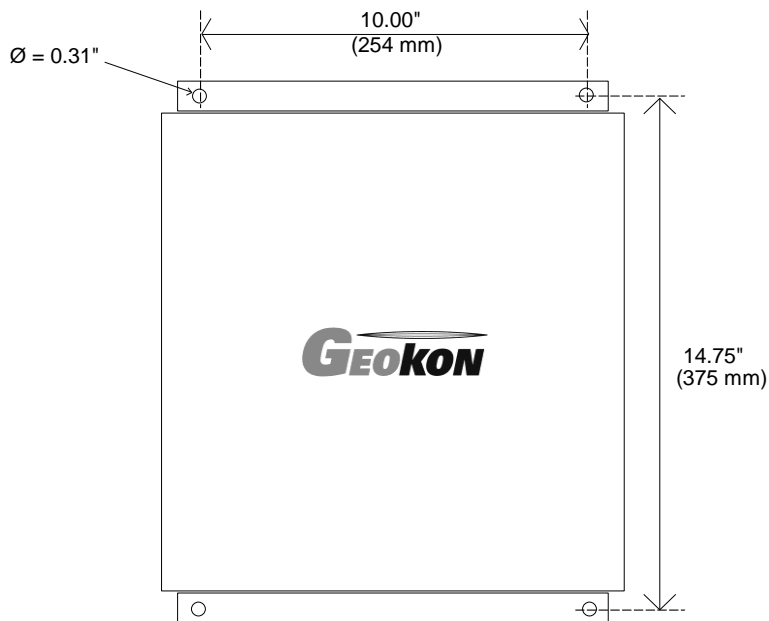

图 3 - MICRO-10 安装孔尺寸
关于外壳上的安装孔尺寸请看图 2 和图 3。MICRO-10 外壳为是 Nema 4 型的不锈钢机箱, 多路转换器是喷塑或玻璃纤维 Nema 4X 型外壳。机箱具有一定的防水防尘效果(当盖子是盖住时)。然而最好减少这些影响最。当系统在室外安装时推荐最好安装在一个较大的机柜中。
2.3 尤其是在室外安装的时候，系统需要一根接地线（或者利用其他的合适方式的接地）来提供接地路径，以防止雷击（直接或间接）的危害。建议使用一根 2m 到 4m，直径合适的（12 AGW 或更粗）的铜杆连接到 MICRO-10 的外壳上。铜杆应距离采集仪越近越好。MICRO-10 的四个装配孔（图 3）之一可以用来连接这根线。